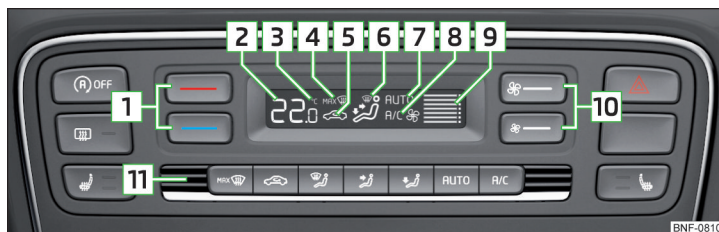

Fig. 88 Betjeningsselementer til Climatronic
Du kan indstille eller aktivere nogle funktioner ved at trykke på den pågældende knap » Fig. 88. Når funktionen er aktiveret, bliver det pågældende symbol vist i displayet.
Dæk ikke kabinetemperatursensoren **[11]** » Fig. 88 til, da det kan have negativ indflydelse på funktionen af Climatronic.
- Tryk på knappen **AUTO** for at **aktivere**. I displayet bliver **AUTO** (pos. **[7]** » Fig. 88 på side 70) vist.